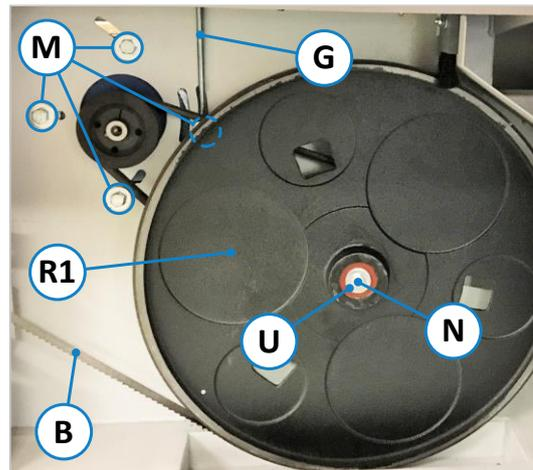

Figura 44: Substituição da correia trapezoidal
- Em seguida, apertar a porca tensora (**S**) na haste roscada (**G**) com uma chave de boca SW17 até obter a tensão correta da correia (ver também a ⇒ Figura 44).